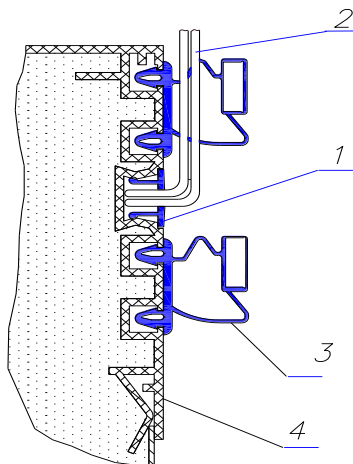
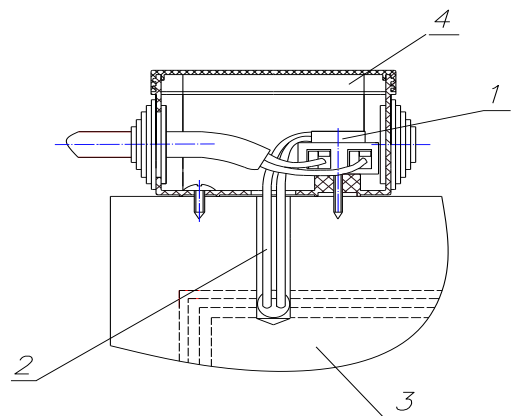
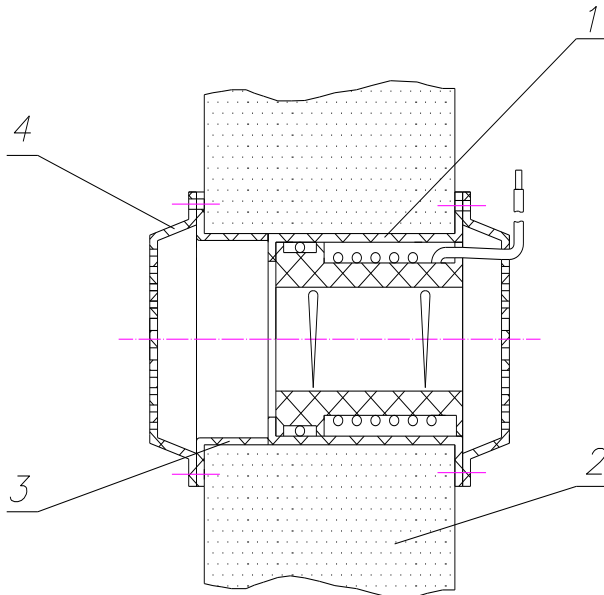

Рис.4. Установка ПЭНа двери.
Рис.5. Подключение ПЭНа двери.
Рис.6. Установка клапана компенсационного.
При монтаже камер типа КХН необходимо установить ПЭН (провод электронагревательный) двери (рис.4, рис.5) и компенсационный клапан (рис.6), которые поставляются по дополнительному заказу.
- снять профиль поз.1 (рис.4), уложить ПЭН в паз профиля двери (поз.4), вывести провода через отверстия, выполненные в профиле поз.1 и мягкой вставке поз.3, и подсоединить к клеммнику коробки распределительной поз.4 (рис.5)
При установке компенсационного клапана в боковой панели просверлить отверстие $\varnothing 65$ мм. Установку производить в соответствии с рис.6.